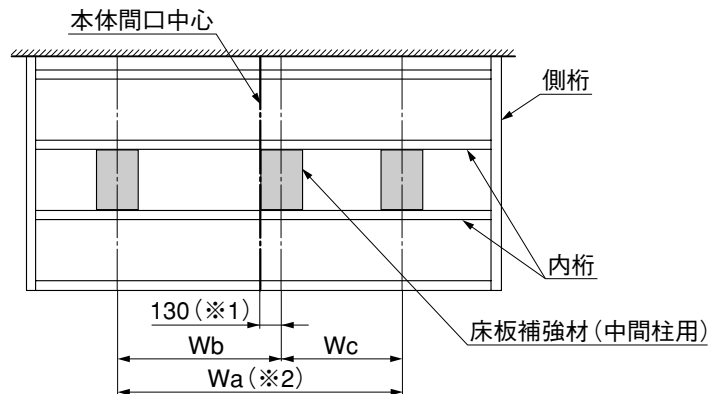

図8-1
- 図8-1の寸法は、Wb=W1+28.5, Wc=W2+28.5です。(図8-2参照)